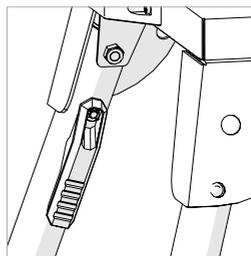
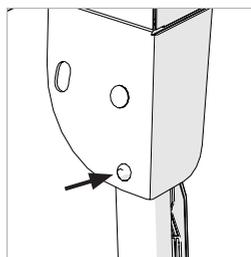

Fig. 1
Fig. 2
- Appuyez sur le levier de verrouillage/déverrouillage (**fig.1**) contre le pied afin de le déplier.
- Suivez les même instructions jusqu'à ce que les quatre (4) pieds soient déployés.
- Assurez-vous que les quatre (4) pieds soient verrouillés dans leur position fonctionnelle. Les broches de verrouillage de la charnière doivent être complètement engagés dans les fentes intégrées pour machine des équerres de tables. (**Fig.2**).